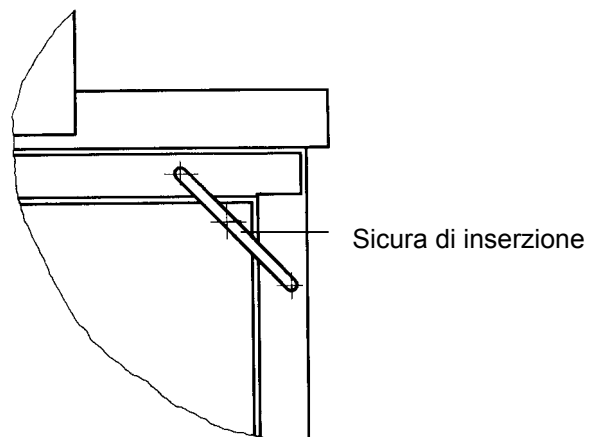

fig. 6 Sezione del banco di prova - venuta posteriore
- Aprire la sicura di inserzione (↓ si veda fig. 6).